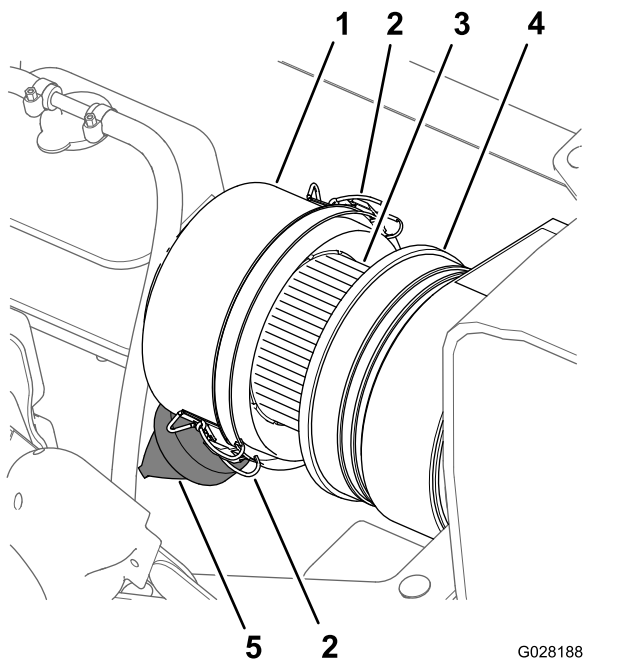

Bild 108
3. Reinigen Sie den Staubdeckel und das Luftfiltergehäuse (Bild 108).
4. Prüfen Sie das Gehäuse des Luftfilters auf Schäden, die eventuell zu einem Luftleck führen könnten (Bild 108).
5. Drücken Sie das Staubventil zusammen, um Schmutz, Staub und Rückstände zu entfernen (Bild 108).
7. Überprüfen Sie den Luftfiltereinsatz auf starke Staub, Schmutz- oder Rückstandsansammlungen (Bild 108).
8. Setzen Sie den Staubdeckel auf das Luftfiltergehäuse und befestigen den Deckel mit den zwei Riegeln (Bild 108).
2. Reinigen Sie den Staubdeckel und das Luftfiltergehäuse (Bild 108).
6. Wischen Sie die Innenseite des Staubdeckels, des Luftfiltergehäuses und des Staubventils mit einem feuchten Lappen ab (Bild 108 und Bild 109).